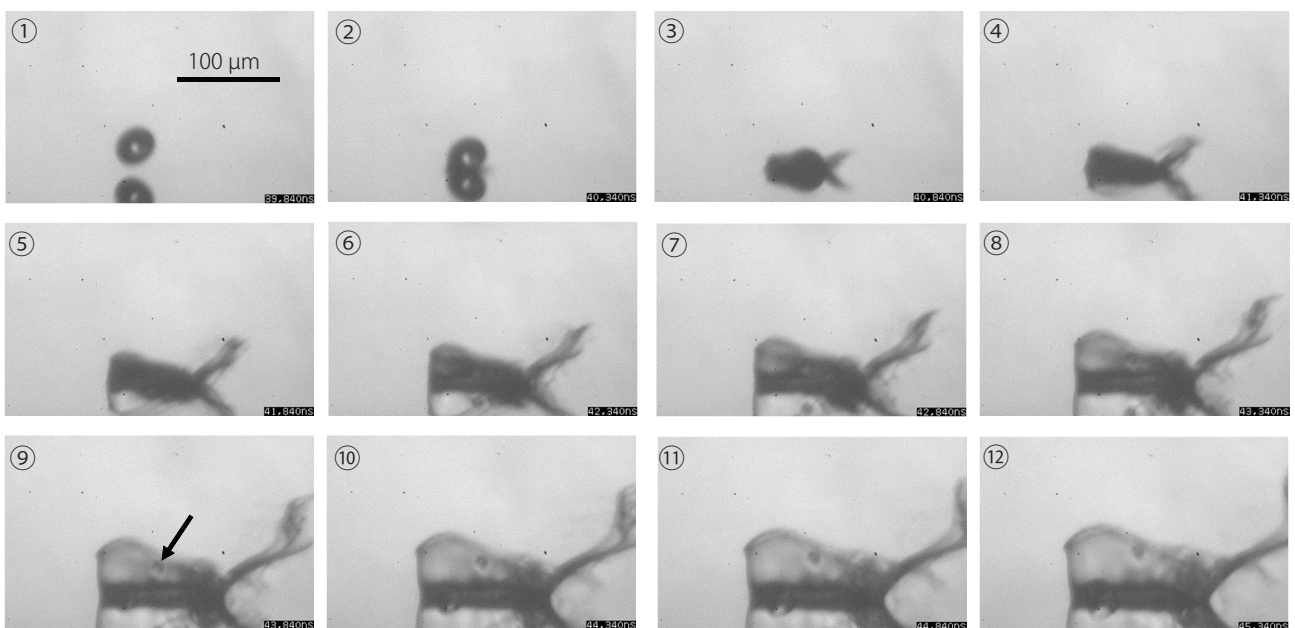

Fig. 7 壁面への衝突の様子 (画像間の時間間隔は 500 ns)
ノズルから噴霧された燃料は、最終的にはシリンダ壁面に衝突します。Fig. 7 に燃料のシリンダ壁面への衝突の様子を示します。Fig. 7 の画像②において約 40 μm の液滴が壁面に衝突する様子を鮮明に撮影することができました。衝突後に生じた液滴の中には画像⑨の矢印が示すような 10 μm の大きさの液滴も確認できました。